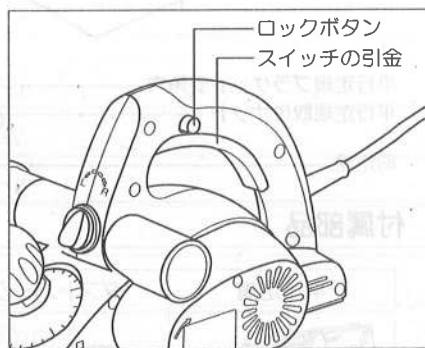

図2
- 本機は安全のため、**ロックボタンを押し込んだ状態でスイッチの引金を引けば入り、離せば切れます。**(図2参照)